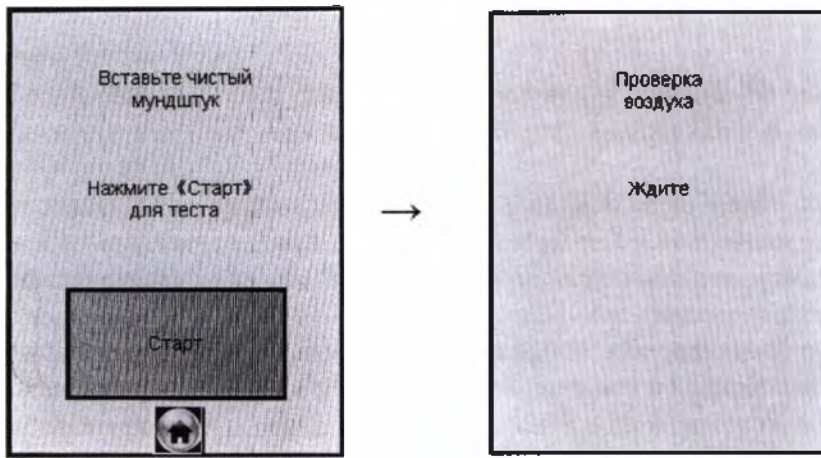

Рисунок 15 – Начало процедуры измерения
2.7.6 Когда данные всех полей будут введены, на экране появится окно с сообщением «Вставьте чистый мунштук» (рисунок 15, слева).
В этот момент происходит отбор пробы воздуха (слышен двойной щелчок срабатывания заборной системы) для выполнения автоматической проверки отсутствия этанола и других компонентов, которые могут оказать влияние на показания анализатора, в окружающем воздухе, в заборной системе анализатора и в мундштуке (рисунок 15, справа):
пункта-иконки . На экране появится сообщение «Вставьте чистый мундштук» (рисунок 15).